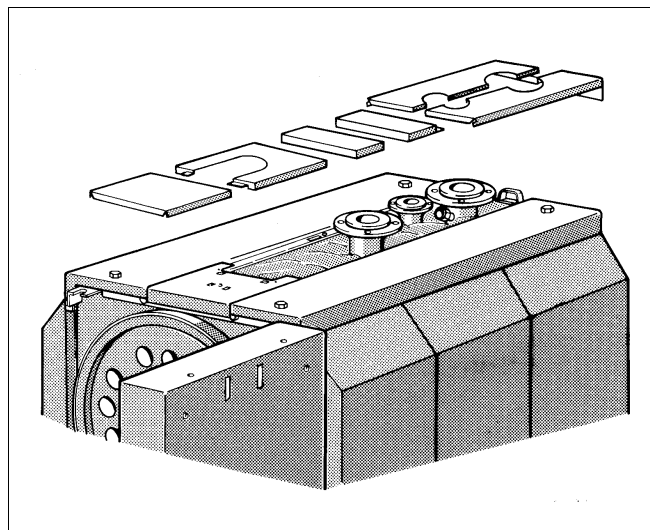

Fig. 20 Montaj manta
- Componentele carcusei conform Fig. 20 se vor prinde pe muchia carcusei laterale.